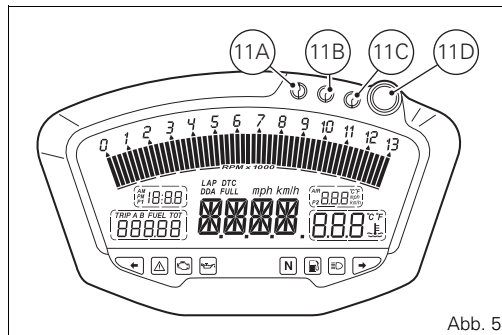

Abb. 5
11) KONTROLLLEUCHTE TRAKTIONSKONTROLLE (Abb. 5).